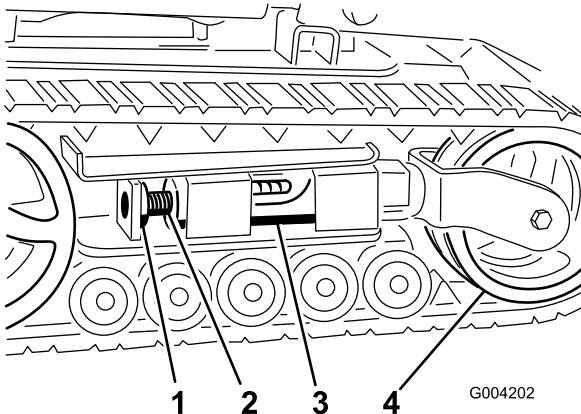
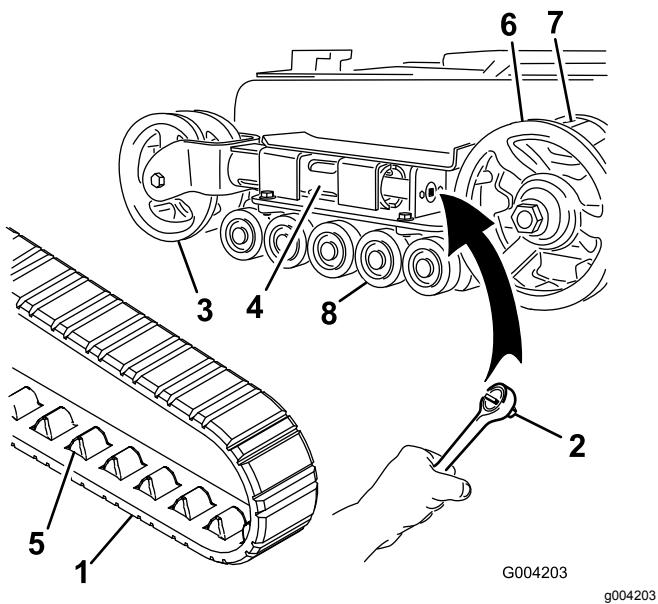
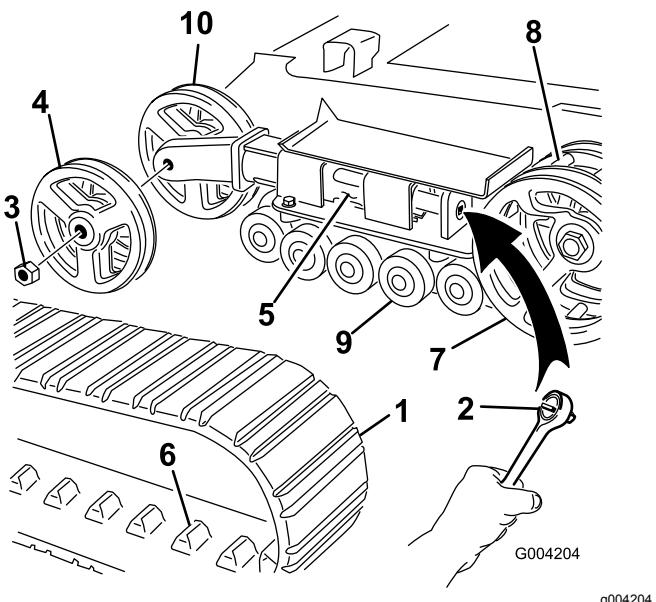

Рисунок 45
Рисунок 46
Рисунок 47
4. Отвинтите зажимной болт и гайку (Рисунок 45).
6. Совместите ближайшую выемку в натяжном винте с отверстием в зажимном болте и закрепите винт при помощи зажимного болта и гайки (Рисунок 45).
Примечание: Если передние натяжные колеса установлены в вилке на конце натяжной трубы, на вашей машине установлены узкие гусеницы. (Рисунок 46).
вращая натяжной винт по часовой стрелке (Рисунок 45 и Рисунок 46).
Примечание: Если передние натяжные колеса установлены на конце натяжной трубы с боковых сторон, на вашей машине установлены широкие гусеницы (Рисунок 47).
5. Используя ключ с храповым механизмом на $\frac{1}{2}$ дюйма, ослабьте натяжение привода, вращая натяжной винт по часовой стрелке (Рисунок 45 и Рисунок 47).
6. Надавите на натяжное колесо в направлении задней части блока, чтобы придвинуть натяжную трубу к раме (Рисунок 46). Если она не касается каркаса, продолжайте вращать натяжной винт до тех пор, пока трубка вилки не приблизится вплотную к каркасу.
8. Когда гусеница будет снята с натяжного колеса, снимите ее с ведущей звездочки и опорных катков (Рисунок 46).
9. Сначала установите новую гусеницу на ведущую звездочку. Звенья гусеницы должны находиться между зубьями звездочки (Рисунок 46).
10. Протолкните гусеницу под опорные катки и одновременно между ними (Рисунок 46).
6. Надавите на натяжное колесо в направлении задней части блока, чтобы придвинуть натяжную трубу к раме (Рисунок 47).
7. Отвинтите гайку, которая крепит внешнее натяжное колесо, и снимите колесо (Рисунок 47).
8. Снимите гусеницу (Рисунок 47).
9. Отвинтите гайку, которая крепит внутреннее натяжное колесо, и снимите колесо (Рисунок 47).
13. Установите внутреннее натяжное колесо и закрепите его отвинченной ранее гайкой (Рисунок 47).
15. Установите новую гусеницу на ведущую звездочку. Звенья гусеницы должны находиться между зубьями средней части звездочки (Рисунок 47).
16. Установите внешнее натяжное колесо и закрепите его отвинченной ранее гайкой (Рисунок 47).
6. Поместите наполненный смазкой колпачок опорного катка поверх головки болта (Рисунок 46).
7. Закрепите колпачок опорного катка стопорным кольцом (Рисунок 46).